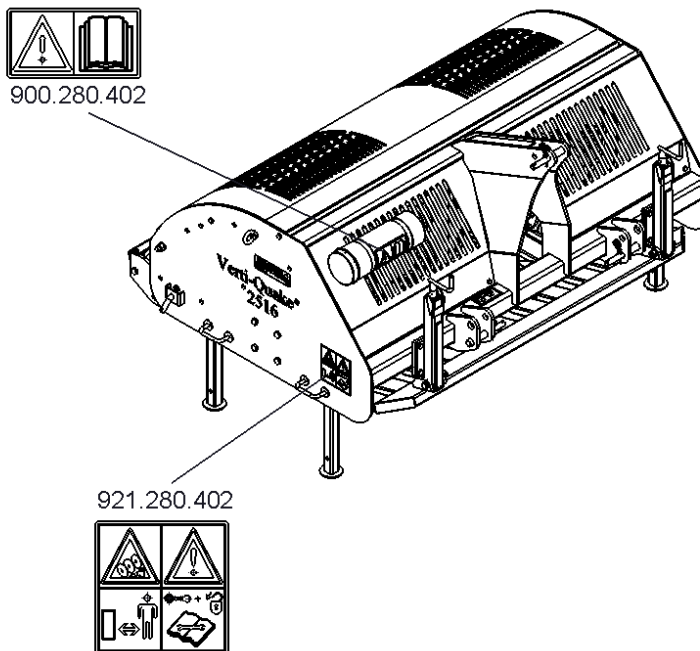

Fig. 5
Sui due lati della Verti-Quake® è stata affissa, sul bordo laterale, un'etichetta adesiva (Fig. 5)
(7) Ubicazione delle targhette autoadesive di sicurezza. (Fig 5.)